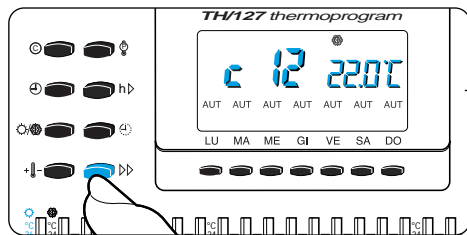

Fig. 36
11.2 - Premere il pulsante \gg (fig. 36) per visualizzare la temperatura degli altri cursori (solo se impostato il programma AUTOMATICO).
12.2 - Premere il pulsante \gg (fig. 36) per selezionare l'ora in cui si vuole impostare il tempo di ritardo.